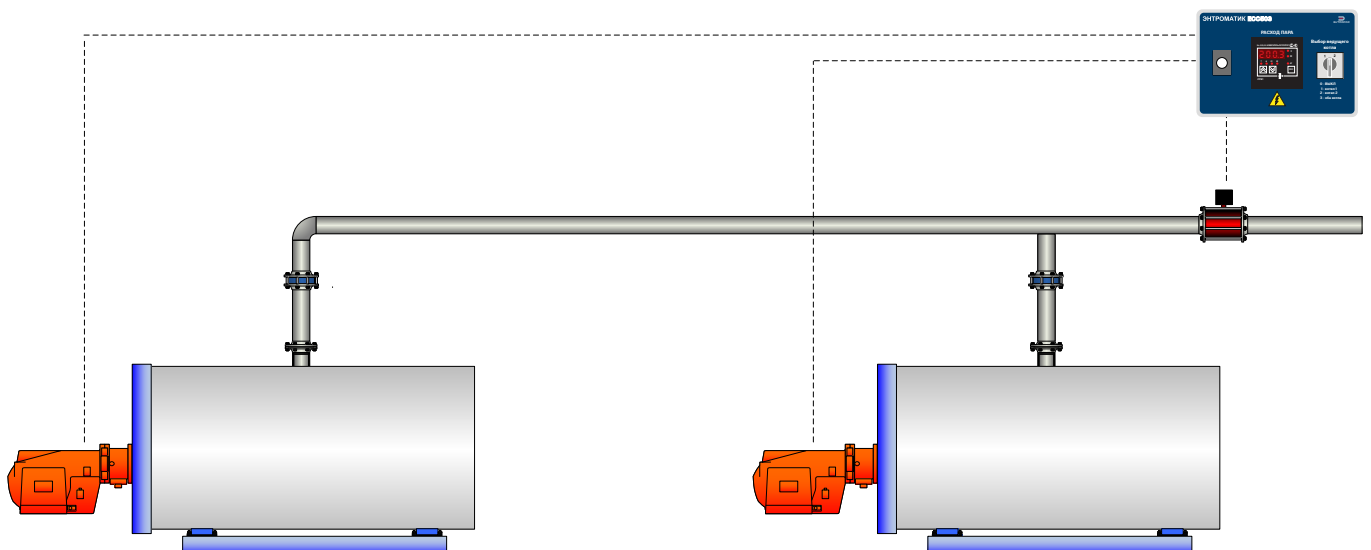

Рис. 17. Каскадное управление без ГПК
**Каскадное управление без использования главного парового клапана (ГПК).** В случае использования схемы без ГПК (рис.17), управляющий сигнал (контакт) от БКУ ECC503, необходимо включить в цепь запуска первой